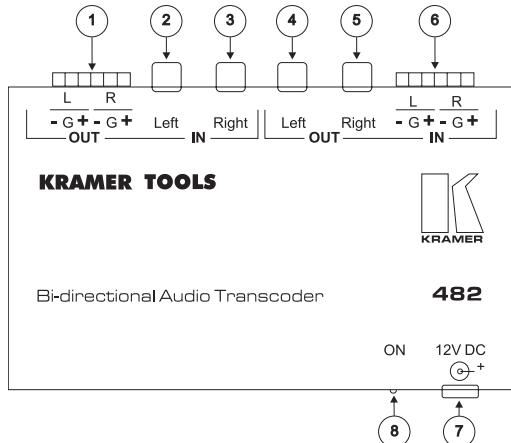

Рис. 1. Двунаправленный аудиотранскодер модели 482
На рис. 1 и в табл. 1 представлены органы управления и разъемы двунаправленного транскодера модели 482.
2. Подключите выход источника питания к разъему питания (поз. 7 на рис. 1) и источник питания к электросети.